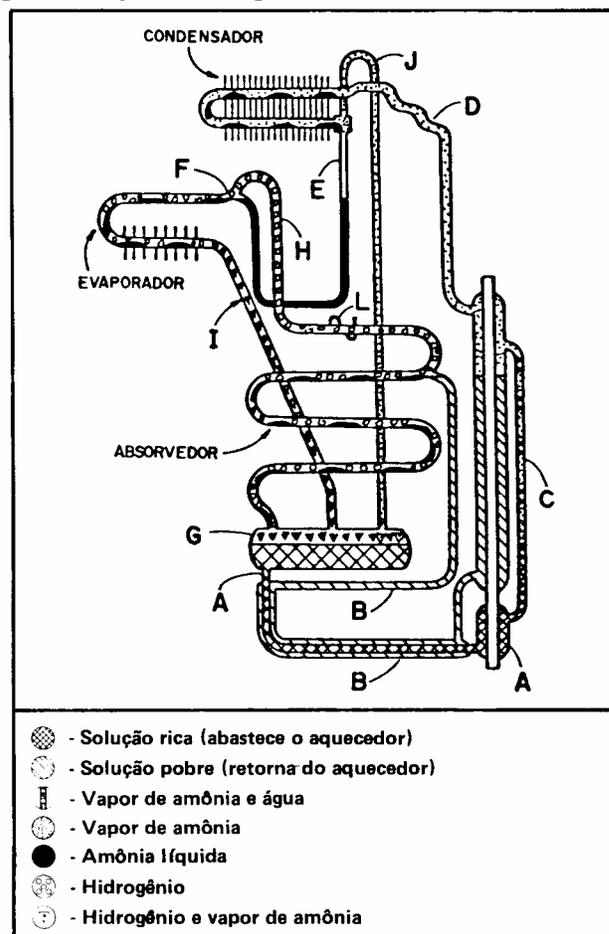

Fig. 7. - Retorno do gás de amônia ao tanque.
Após a amônia ter-se evaporado, mistura-se com o hidrogênio. (Fig. 7). Como o gás da amônia é mais pesado que o hidrogênio e os dois se misturam, descem, por gravidade, pelo tubo 1. Este gás pesado, através do tubo 1, se dirige até ao tanque (G), onde se encontra com a solução refrigerante mais pobre. Daí ocorre mais uma vez a absorção da amônia pela solução do tanque.